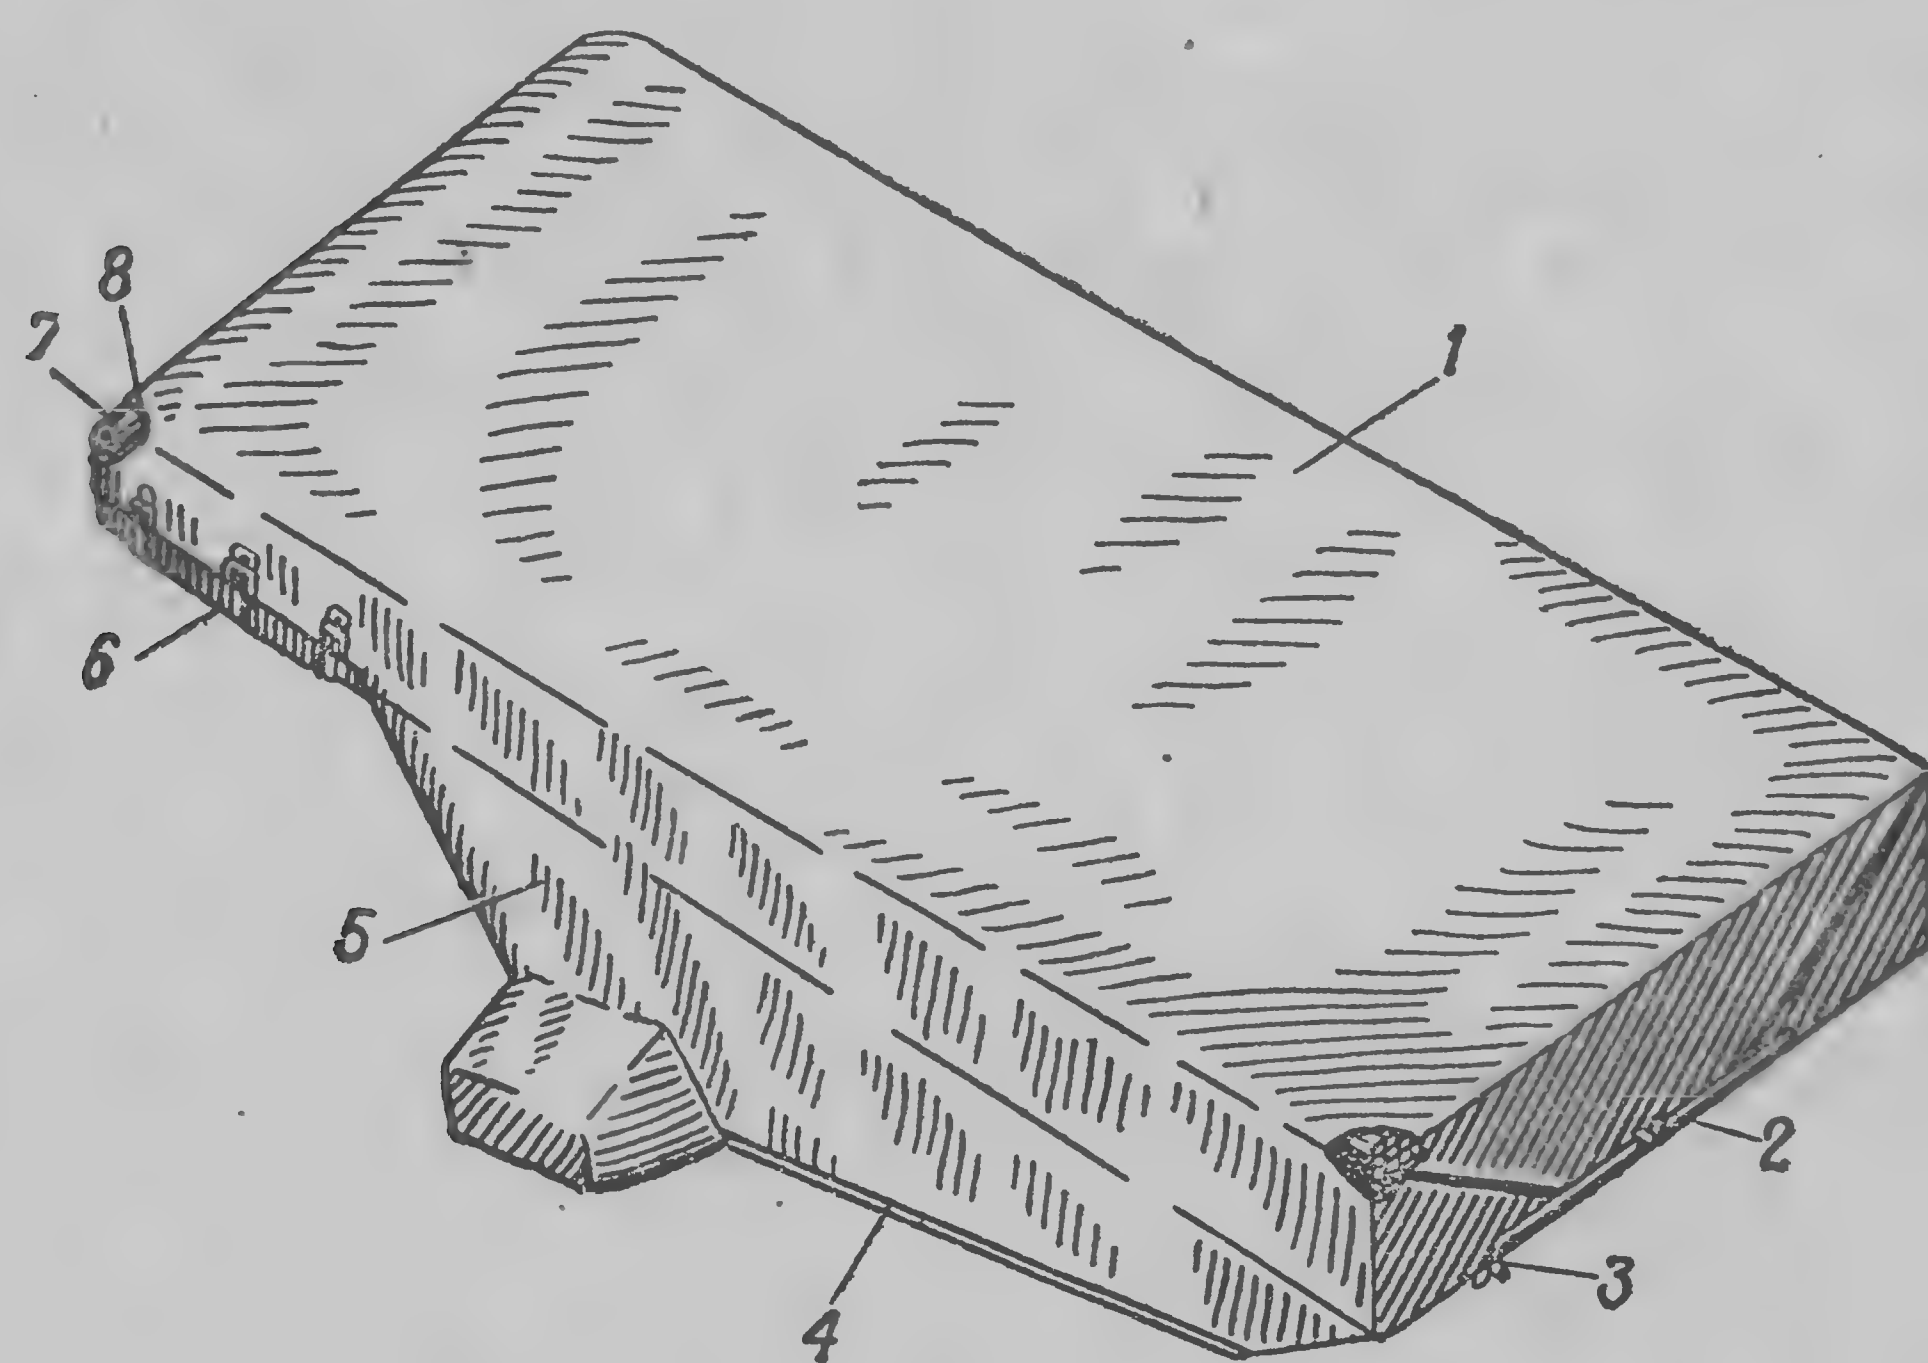

Рис. 33. Чехол:
- расстегнуть ремни 4 и 6 (рис. 33) и развязать ремни 2 и 3;
застегнуть ремни 4 (рис. 33) и 6 и завязать ремни 2 и 3.